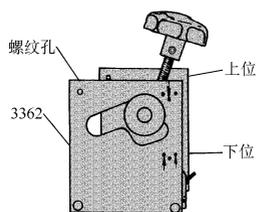

图 2-86 3362 在气缸盖上的安装角度
6) 进、排气门在气缸盖上的安装角度不同。安装工具 3362 上设有两个不同位置：上位用于中间进气门；下位用于两个外侧进气门和两个外侧排气门。3362 的左、右螺纹孔各拧入一个 M6×25 螺栓，用以将 3362 固定到缸盖上（图 2-86）。